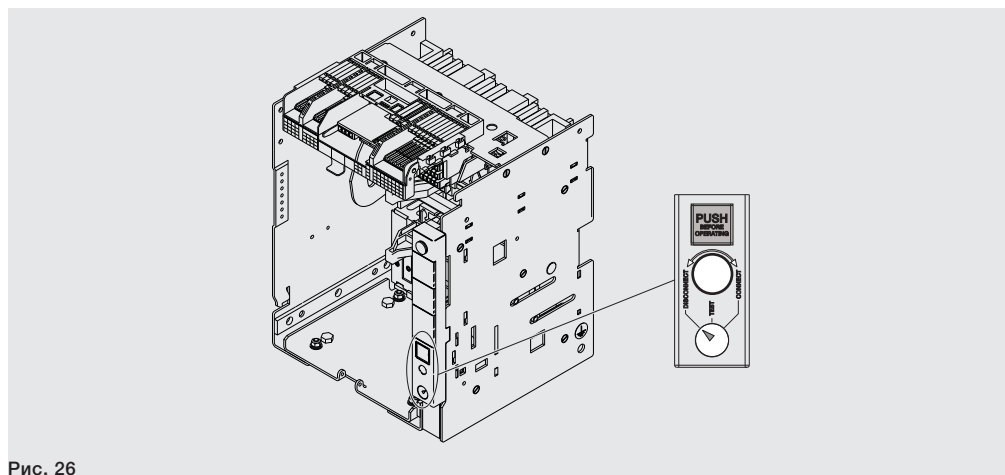

Рис. 26
1. Убедиться, что индикатор фиксированной части находится в положении «ВЫКАЧЕН – DISCONNECT». См. Рис. 26.